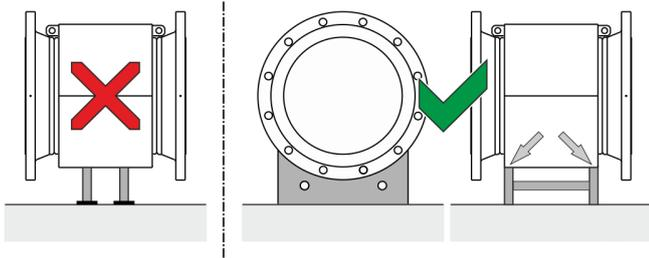

Abbildung 5: Abstützung bei Nennweiten größer DN 400
- Die Abstützungen am Rand des Messwertaufnehmer-Gehäuses ansetzen (siehe Pfeile in Abbildung 5).